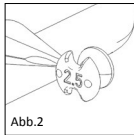

Abb. 2
■ **Abb. 1a, 1b/2** Die Sizer Disk für Partial-Prothesen besitzt sechs satenitenförmig angebrachte Einzelsizer unterschiedlicher Länge (2,0-4,5 mm) (Abb. 1a, 1b). Auf der Rückseite eines jeden Sizers wird die entsprechende Länge angezeigt (Abb. 2). Die Aussparungen und Bohrungen dienen der Gewichtsreduktion, sowie der besseren Übersicht während des Messvorganges im Mittelohr.